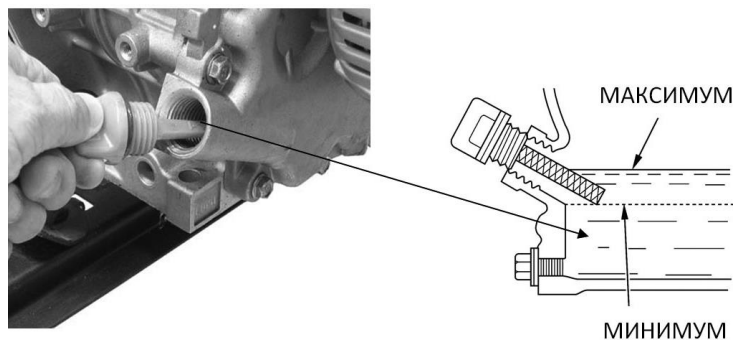

Рисунок 4 – Проверка уровня масла в картере двигателя
5.2.2. Если уровень не соответствует нужной отметке, долейте масла до края заливной горловины (рис.4). Ориентировочный объём картера двигателя 0,6 литра.